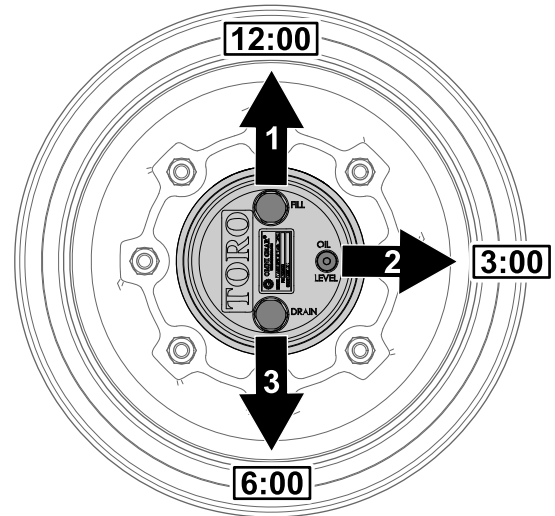

Figure 103
1. Garez la machine sur une surface plane et horizontale, tournez la roue de sorte que le bouchon de remplissage soit à la position 12 heures, le bouchon de contrôle soit à la position 3 heures et le bouchon de vidange soit à la position 6 heures (**Figure 103**).
2. Retirez le bouchon de contrôle à la position 3 heures (**Figure 103**).
- Garez la machine sur une surface plane et horizontale, tournez la roue de sorte que le bouchon de remplissage soit à la position 12 heures, le bouchon de contrôle soit à la position 3 heures et le bouchon de vidange soit à la position 6 heures ; voir Figure 103 sous Contrôle du niveau de lubrifiant du train planétaire (page 68).